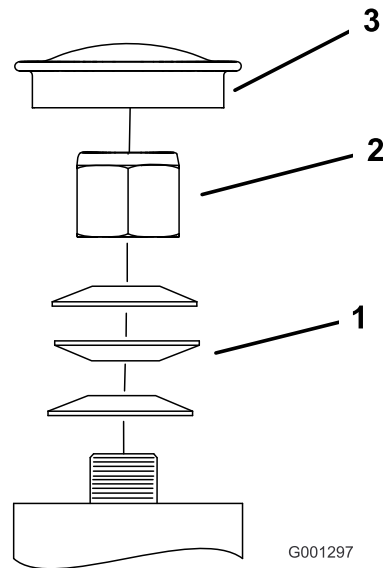

Figure 62
3. Retirez le capuchon protecteur de la roue pivotante et serrez le contre-écrou (Figure 62).
4. Continuez de serrer le contre-écrou jusqu'à ce que les rondelles élastiques soient aplaties, puis desserrez-le d'un quart de tour pour obtenir la précharge correcte des roulements (Figure 62).
**Important:** Veillez à placer les rondelles élastiques correctement, comme montré à la Figure 62.
5. Reposez le capuchon protecteur (Figure 62).